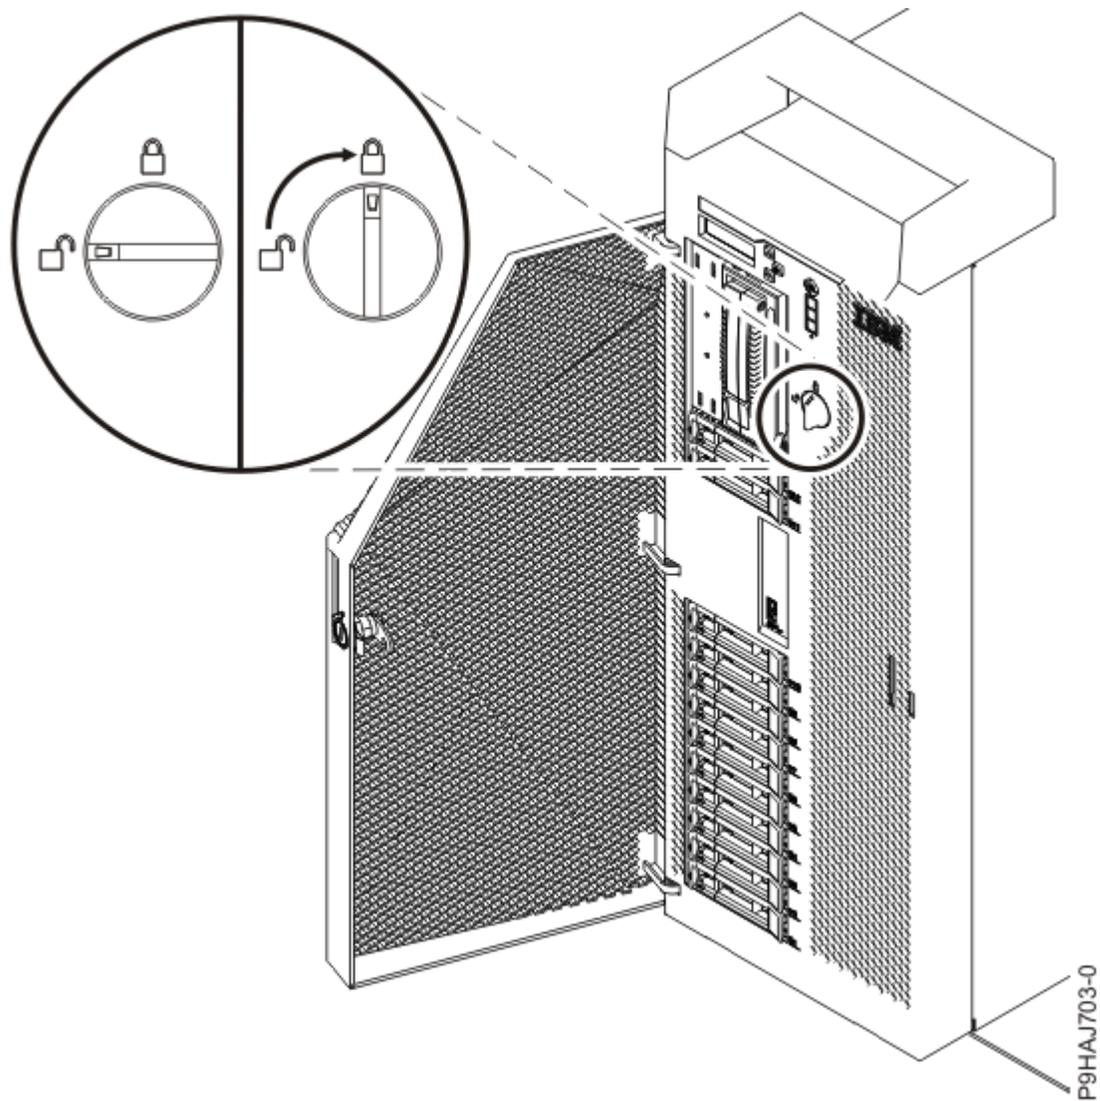

Figura 136. Cierre del pestillo de la cubierta frontal
- d) Gire el pestillo de la cubierta hacia la derecha (en el sentido de las agujas del reloj) para bloquear la cubierta tal como se muestra en la Figura 136 en la página 143.